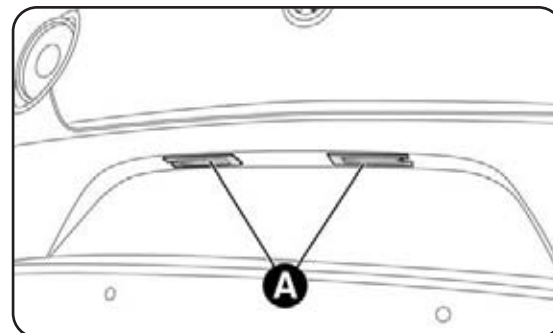

fig. 29
- rimuovi i gruppi trasparenti A-fig. 29;